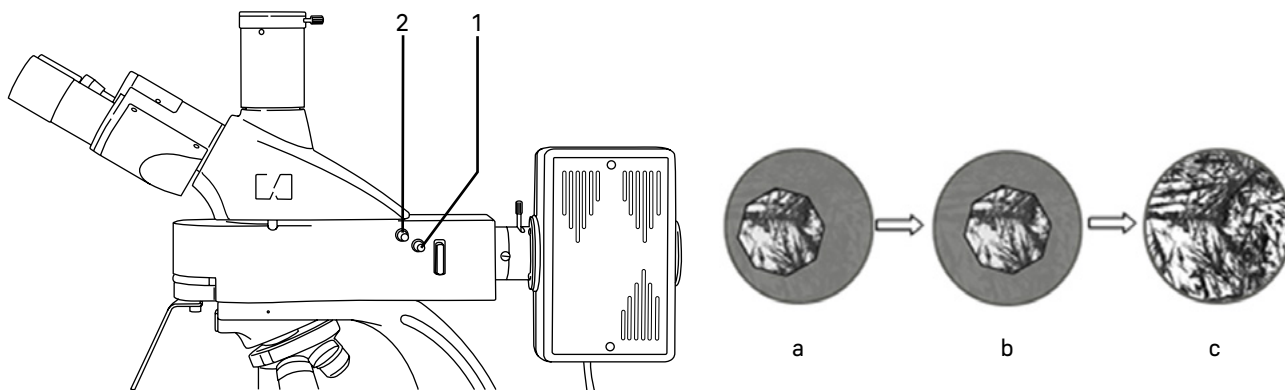

Рис. 14. Центрировка полевой диафрагмы осветителя отраженного света
- Закройте полевую диафрагму – рукоятку 2 введите до упора. В центре поля зрения должно быть видно светлое пятно, как показано на рис. 14 b.
- Если светлое пятно не в центре поля зрения, как показано на рис. 14 a, необходимо отцентрировать диафрагму. При помощи двух центрировочных винтов 1, расположенных по обеим сторонам насадки, центр диафрагмы совмещается с центром поля зрения, как показано на рис. 14 b.
- Раскройте полевую диафрагму до размера поля зрения, как показано на рис. 14 c.